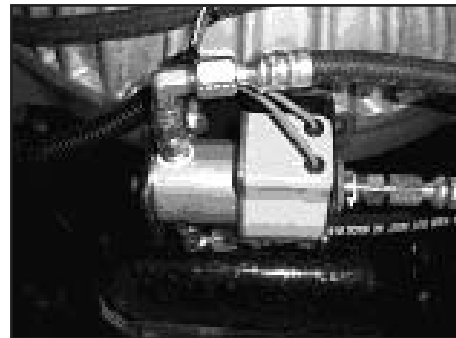

Fig. 5
8. Uma recomendação para a instalação da electroválvula remota da tomada de força é localizá-la na área dianteira inferior do cárter da caixa de velocidades. (**Fig. 5**)